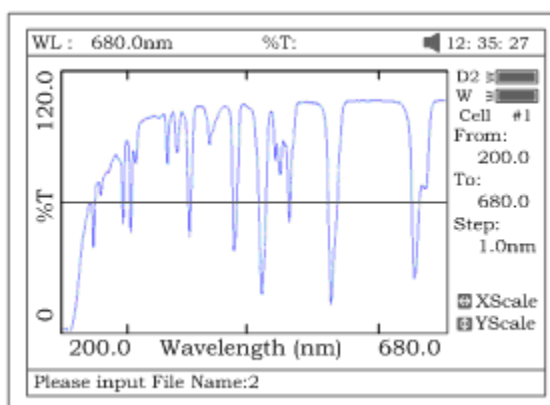

Рисунок 15
- Присвойте кривой имя, пользуясь клавишами цифровой клавиатуры (рис. 15), нажмите клавишу **[ВВОД]** для подтверждения.